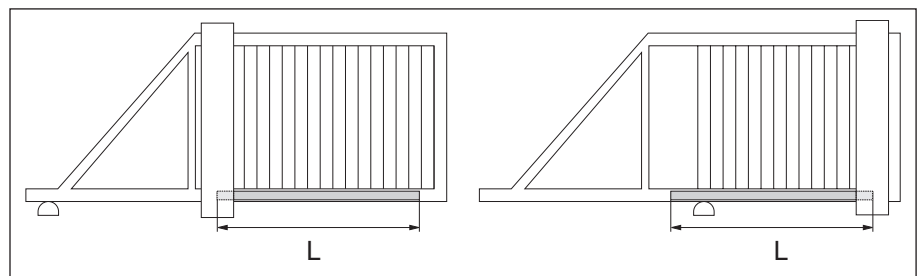

Fig. 6-2: Determinación del ancho de apertura L
- ➔ Determine el recorrido entre los dos topes finales de la cancela “abierta” y “cerrada” (consulte la Fig. 6-2).